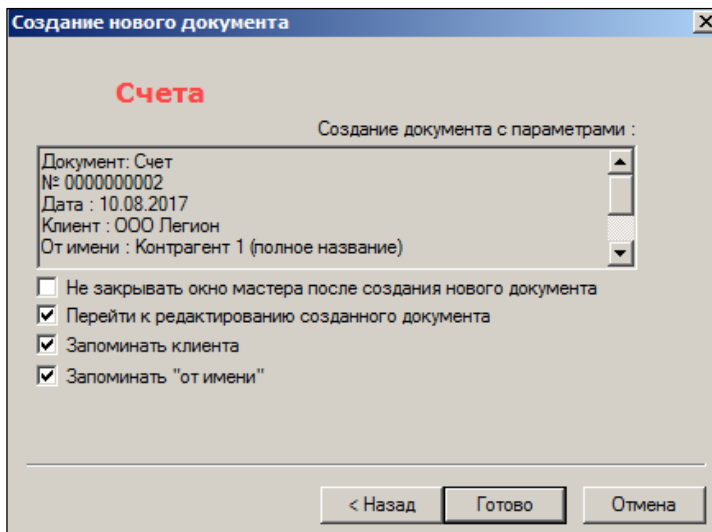

Рисунок 42 – Создание счета (5)
11. Для перехода к редактированию документа у становится флаг в поле **Перейти к редактированию созданного документа** (Рисунок 42):